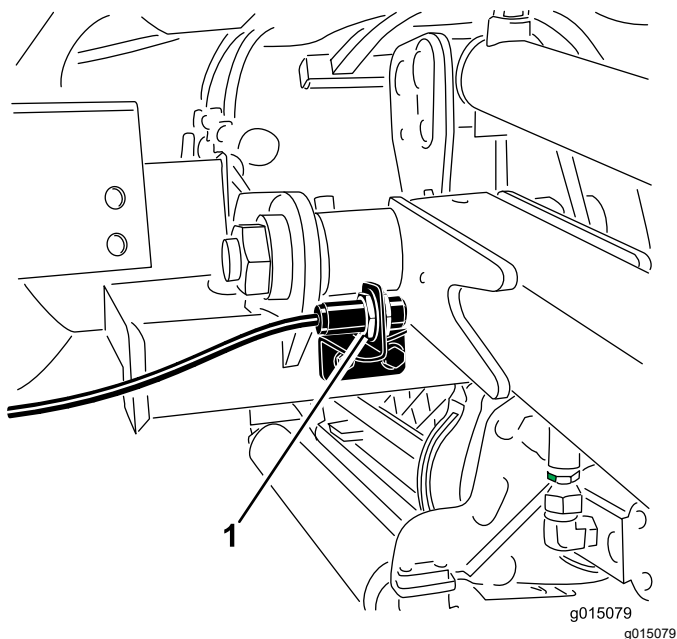

Рисунок 72
- Переключатель подъемного рычага расположен позади переднего правого подъемного рычага (Рисунок 72).
- Ослабьте крепежные винты переключателя (Рисунок 72) и переместите переключатель вверх, чтобы увеличить высоту поворота подъемного рычага, или переместите переключатель вниз, чтобы уменьшить высоту поворота подъемного рычага.